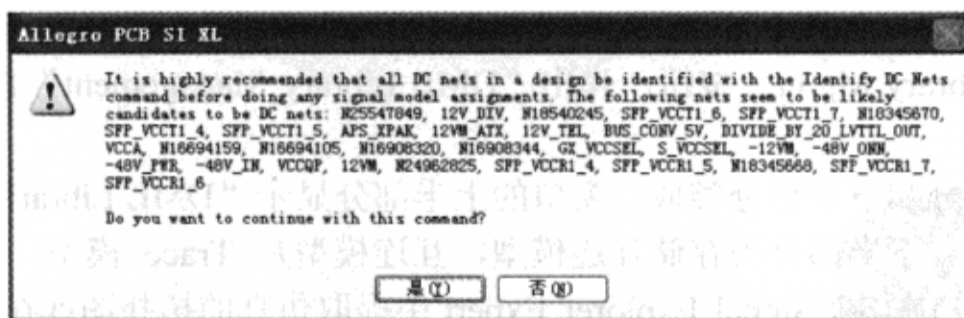

图 2-6-17 提示信息
(1) 在“Database Setup Advisor–SI Models”窗口中单击“SI Model Assignment”按钮→弹出提示信息→选择继续对没有分配电压值的 DC 网络 12V\_DIV 等网络进行模型分配，如图 2-6-17 所示。